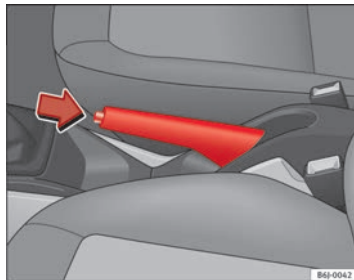

Fig. 122 Travão de mão entre os bancos dianteiros
⇒ Fig. 122.
- Puxar a alavanca um pouco para cima, pressionar o botão de desbloqueio no sentido da seta ⇒ Fig. 122 e fazer descer completamente a alavanca ⇒ △.